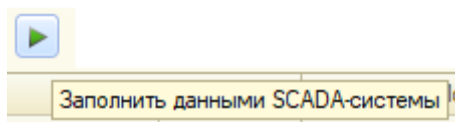

Рисунок 7
3.1.9.2 нажать на указатель «Заполнить данными SCADA-системы» (рисунок 7), механизм импорта данных ампеража с коксовыталкивателей на текущее время для всех печей